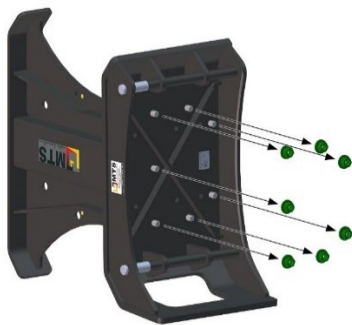

Abbildung 16: Muttern und Schrauben demontieren
1. Das Anbauwerkzeug in die Ablageposition (siehe Kapitel 5.3, Seite 8) bringen und alle Muttern und die darunterliegenden Scheiben mit einem geeigneten Werkzeug lösen und entfernen (siehe Abbildung 16, Seite 11).